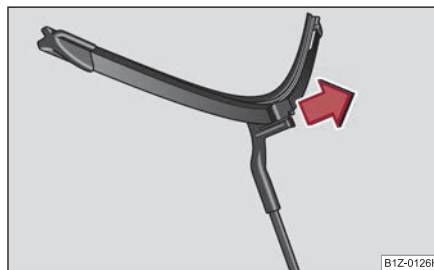

Fig. 71 Lama ștergătorului de parbriz
- Trageți lamela în sensul indicat de săgeata ⇒ pagina 70, fig. 71 ⇒ ⚠.
- Rabatați brațele ștergătoarelor pe parbriz și puneți contactul. Prin apăsarea manetei ștergătoarelor în poziția ④ ⇒ pagina 70, fig. 71 sau la deplasarea cu viteze peste 4 km/h, brațele ștergătoarelor revin la poziția de repaus.